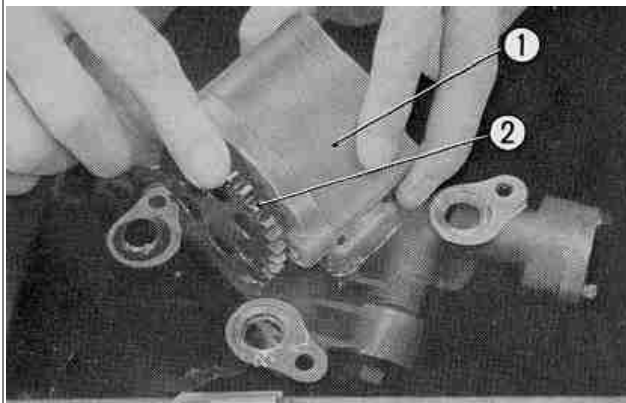

Fig 3-19 (1) Pompa olio
6. immergere la pompa in olio e girare l'ingranaggio finché la pompa non si riempie d'olio. La pompa va riempita prima di reinstallarla nel carter. (Fig. 3-19)